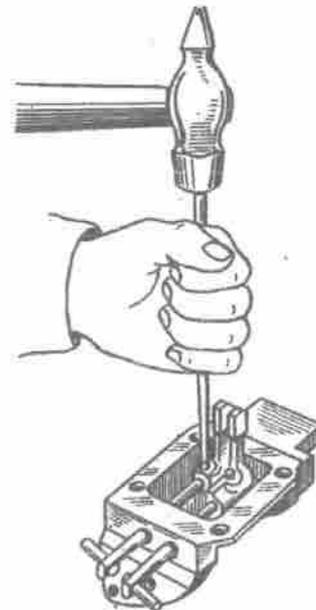

Bild 127. Zerlegen der Schalteneinrichtung
16. Fünf Blindflansche aus dem Deckelgehäuse der Gangschalteneinrichtung entfernen, Stifte (Bild 127) aus den Nuten in Richtung der abgenommenen Blindflansche austreiben.